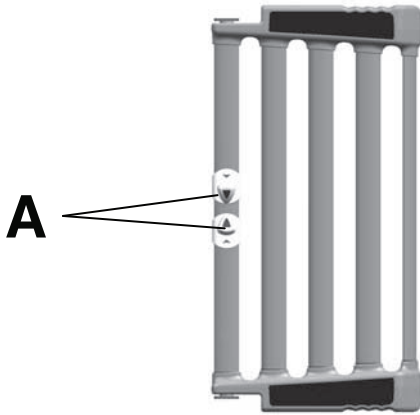

Figura 7 – Porta de acesso
Para abrir as portas de acesso, aperte os botões de libertação (A) (Figura 7).